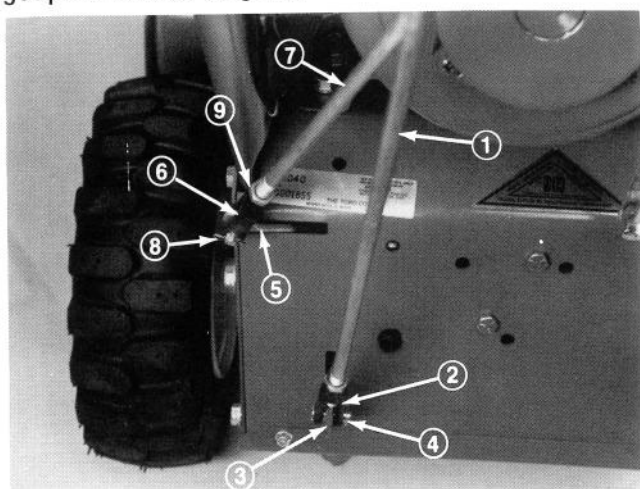

Figure 6
2. En tenant le levier de commande des roues en position, poussez la longue tige vers le haut et tournez l'étrier jusqu'à ce que ses trous s'alignent sur celui du bras de la tringlerie (Fig. 6). Ensuite, fixez ensemble l'étrier et le bras de tringlerie à l'aide de la cheville d'étrier bloquée par une goupille fendue (Fig. 6).
4. Poussez alors le bras de changement de vitesse à l'extrême gauche (Fig. 6). Ensuite, tournez l'étrier du bout de la tige courte pour aligner ses trous avec celui du bras de changement de vitesse (Fig. 6). Réunissez l'étrier et le bras de changement de vitesse à l'aide de la cheville d'étrier bloquée avec une goupille fendue (Fig. 6).
5. Serrez l'écrou de blocage sur les dessus des deux étriers (Fig. 6).